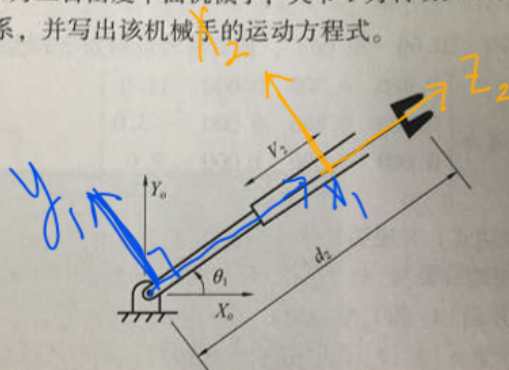

图 3.32 二自由度机械手
6. 图 3.32 所示为二自由度平面机械手，关节 1 为转动关节，关节 2 为移动关节。建立机器人的关节坐标系，并写出该机械手的运动方程式。